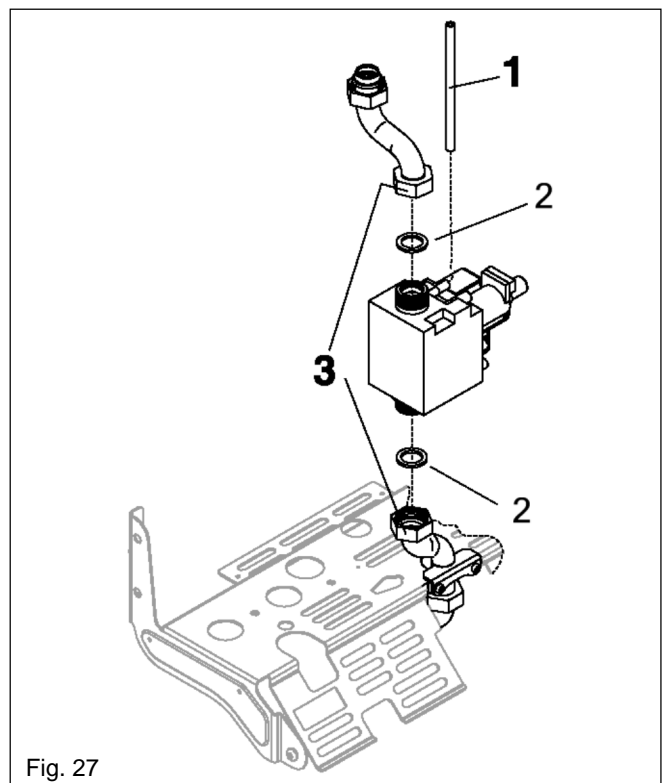

Fig. 27
**6.13 GAS VALVE (see fig. 27)**